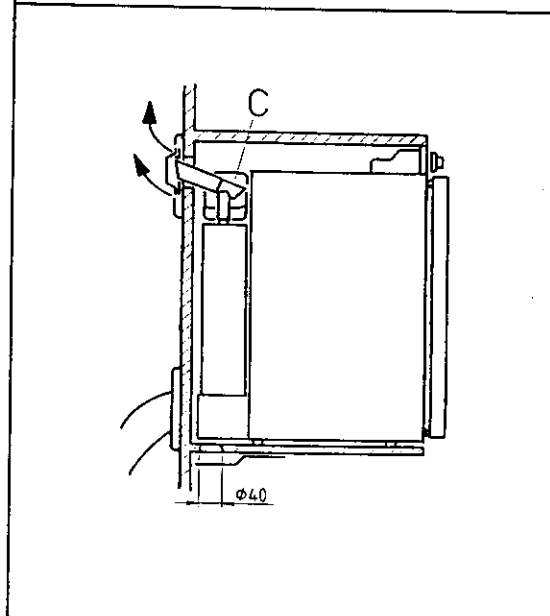
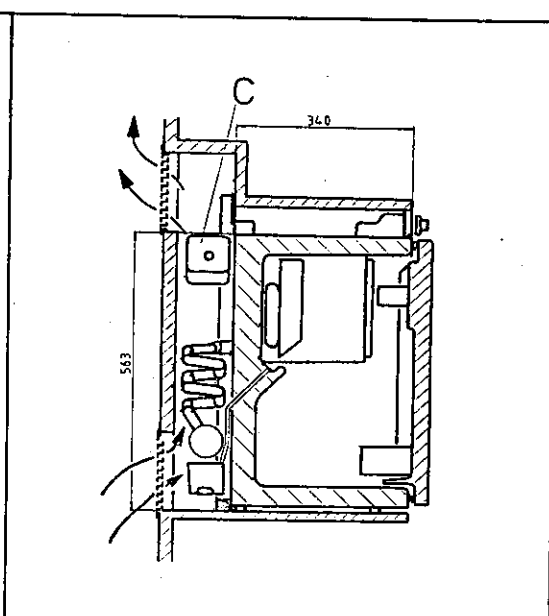

Fig. 9
Fig. 10
L'aerazione del gruppo si svolge tramite due aperture nelle pareti della roulotte, (Fig. 10). L'aria fredda entra per sotto e esce riscaldata per l'apertura superiore.
L'apertura inferiore verr montata al di sopra del bordo inferiore della nicchia e quella superiore più alto possibile al di sopra del condensatore (C) del gruppo refrigerante, per almeno come dimostrato in fig. 9 e meglio ancora come in fig. 10.
Scarico dei gas de combustione (Alt. I), Fig. 10.
Il passaggio per l'aerazione sul retro della nicchia è delimitato dalla parete della roulotte e dal retro del frigorifero, vedere fig. 10. Il condotto di aerazione deve essere completamente separato dall'interno della roulotte. Né i gas di scarico, né l'aria che passa attraverso le bocche di aerazione nella parete della roulotte devono poter penetrare all'interno della roulotte.
Scarico dei gas de combustione (Alt. II), Fig. 9.
Quando ce ne sia la possibilit (il refrigeratore è incorporato sotto il piano di lavoro), pu essere una buona soluzione installare una griglia di ventilazione al di sopra del condensatore (C, fig. 9).